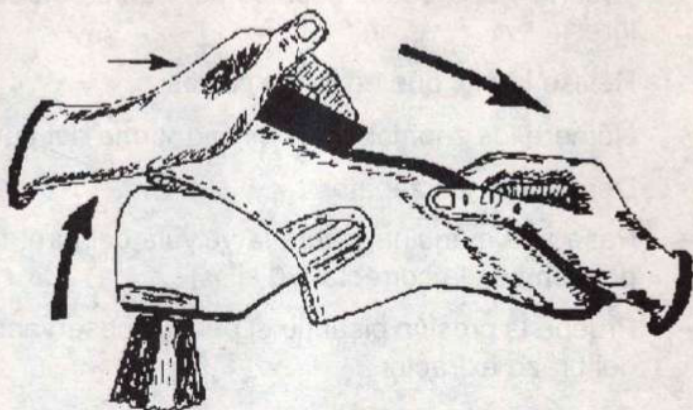

Fig. 12
- Enseguida hale el talón del zapato hacia arriba, sin dejar salir la horma del dedal, cuando salga todo el talón, tire el zapato hacia la punta (Fig. 12).